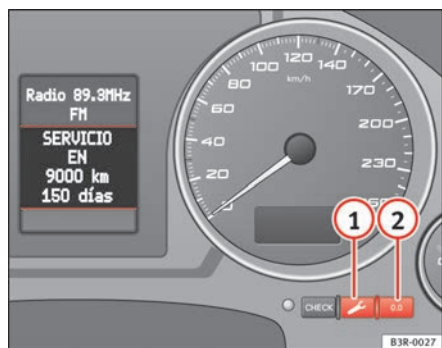

Abb. 51 Ausschnitt aus Kombiinstrument: Service-Intervall-Anzeige
- Bei gedrückter Service-Taste ⇒ Abb. 51 ① die Zündung einschalten. Im Display erscheint eine der beiden Meldungen: **Service in ----- km bzw. Service.**
- Rückstelltaste ② so lange drücken, bis die Anzeige **Service in ----- km --- Tagen bzw. Service** im Display erscheint.